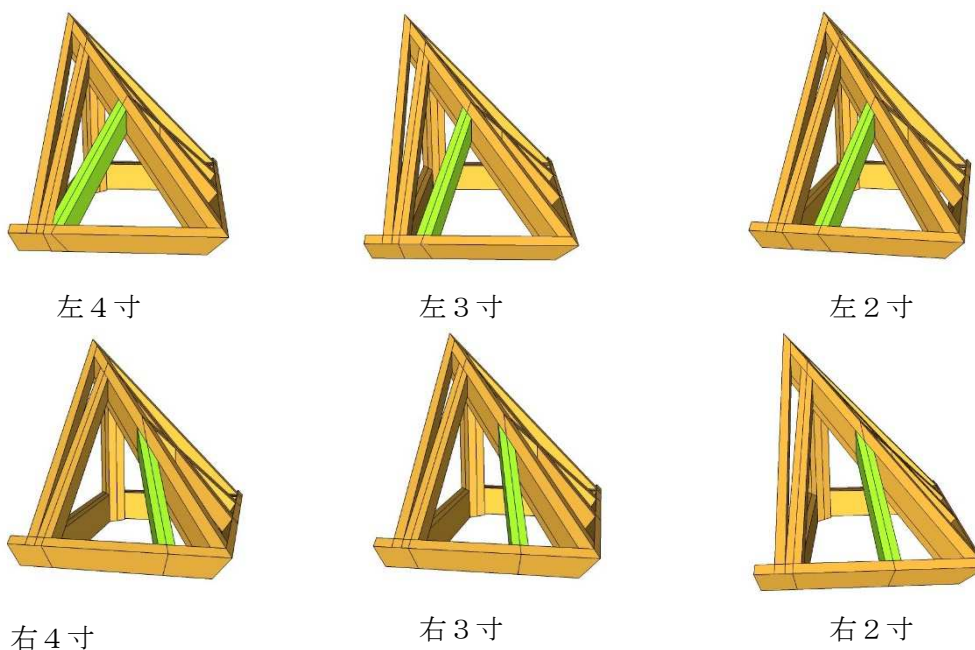

図2-2-4 6つの想定パターン
(2) 当日作図現寸図(⑩振れたる木)一側面図展開法
⑩振れたる木の振れ勾配として、左右それぞれ4寸・3寸・2寸の6パターンを想定(図2-2-4)して練習できるように作成した。現寸図の描き方テキストは、振れ勾配が左4寸の場合とした。平面図を描いた後平たる木を基本として振れたる木の勾配を出し、部材側面図を描く。それを展開して部材の長さで加工墨の角度を出していく。この作図法はわが国で一般的であり、寺院建築の扇たる木に見られるように、部材側面を垂直に納めるとともに上端・下端のくせを取る日本建築に適しているといえる。各寸法は水平・垂直を基本として直角三角形による計算により求めることができる。まずは基本となるこの展開法をしっかり理解させることを目的としている。